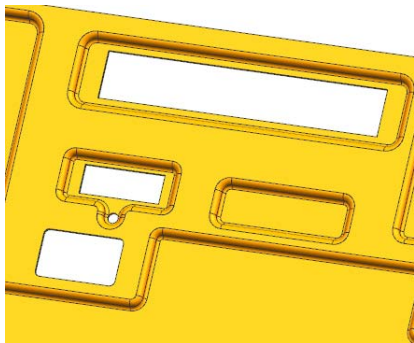

图 8-72 创建法向除料特征
(4) 返回到“法向除料”对话框，单击  按钮，创建法向除料特征，如图 8-72 所示。